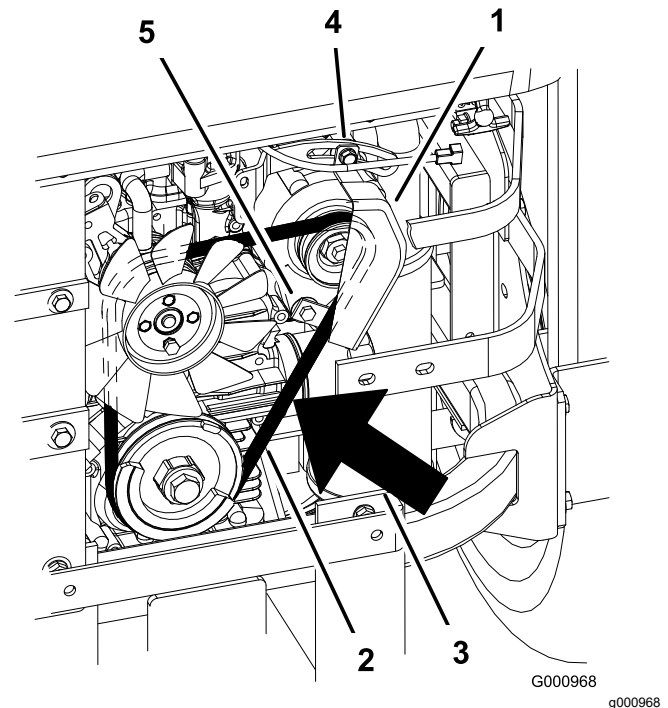

Figure 90
2. Réglez l'alternateur vers l'extérieur jusqu'à ce que la courroie présente une flèche de 7 à 9 mm quand une force de 10 kg est exercée entre les poulies du moteur et de l'alternateur (Figure 90).
5. Si la flèche est correcte, serrez les boulons inférieur et supérieur (Figure 90).